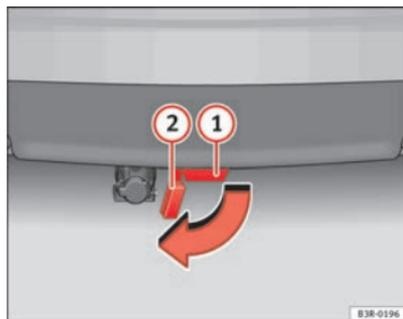

Abb. 163 Stoßfänger
- Klappen Sie den Verschlussdeckel ② ⇒ Abb. 163 des Aufnahmeschachts ① unterhalb des Stoßfängers bis zum Endanschlag heraus. Der Verschlussdeckel verrastet am Endanschlag automatisch.